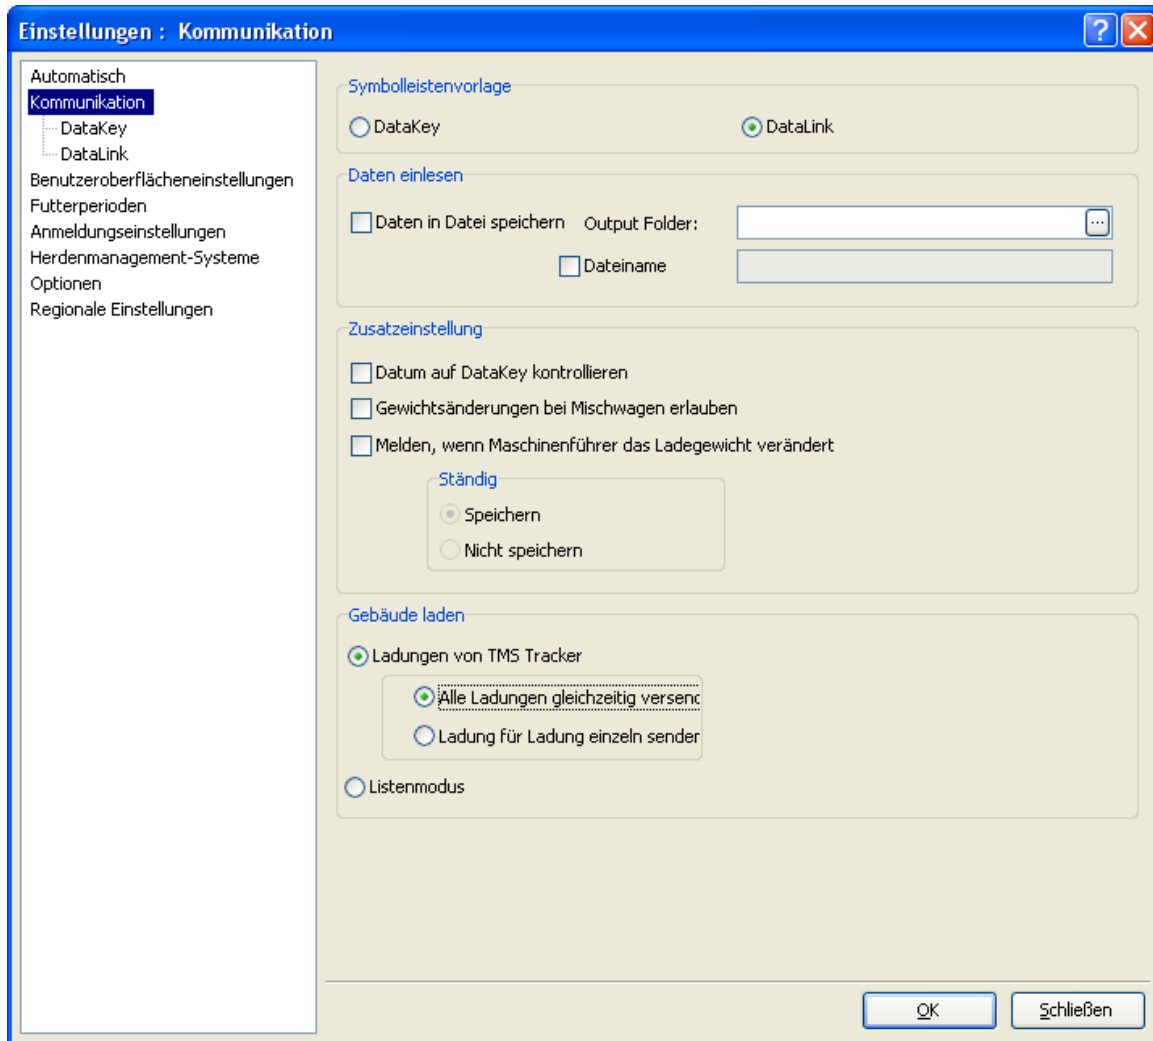

Abb. 6
- Wählen Sie die in Abbildung 6 angegebenen Kontrollkästchen aus.